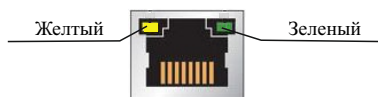

Рисунок 4
- 5.8 Для удобства пусконаладочных работ на разъемах R3-Link IN и R3-Link OUT размещены по два индикатора (рисунок 4). По их состоянию можно оценить состояние линии между двумя соседними приборами (таблица 4).